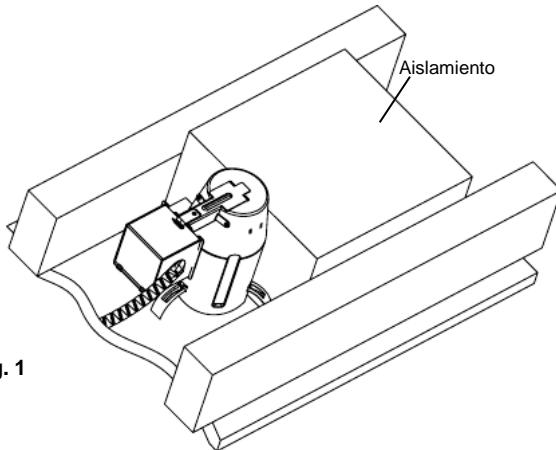

Fig. 1
NOTA: Esta es una lámpara tipo IC. Puede entrar en contacto directo con aislamiento térmico. Puede ser completamente recubierta con aislamiento térmico como se muestra abajo. Adicionalmente, todas las partes de la lámpara pueden entrar en contacto directo con cualquier material combustible, como por ejemplo una viga de techo o un tablero de piso. (FIG. 1)
2. Descarta cualquier aislamiento de modo que dejes los 3" (7,6 cm) de espacio especificados en la sección de PRECAUCIÓN que está al principio de estas instrucciones. (Ver Fig. 1)